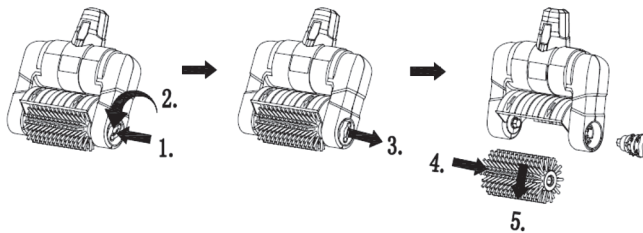

Abb. 3
A. Demontieren Sie die Kunststoffwalzenbürste (12), siehe Abb. 3.